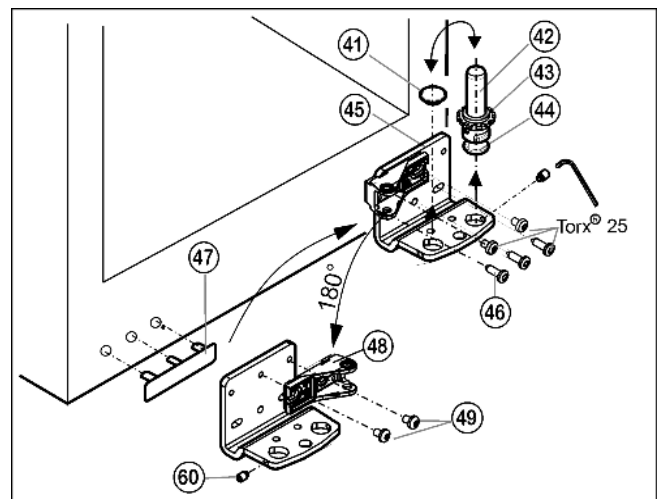

Fig. 13
- ▶ Отвинтите установочный винт Fig. 13 (60) приблизительно на один оборот прилагаемым торцевым ключом.
- ▶ Извлеките опорный винт Fig. 13 (42) в комплекте с шайбой Fig. 13 (43) и регулируемой опорой Fig. 13 (44), вывинчивая его вверх.
- ▶ Снимите пробку Fig. 13 (41).
- ▶ Открутите Fig. 13 (46) опорный кронштейн Fig. 13 (45).
- ▶ Полностью выкрутите установочный винт *Fig. 13 (60)* и вкрутите на противоположной стороне на нижнем опорном кронштейне, чтобы он был заподлицо с этим кронштейном.
- ▶ Открутите опорную деталь *Fig. 13 (48)* и снова прикрутите *Fig. 13 (49)* внутри с поворотом на 180°.
- ▶ Переставьте пробку *Fig. 13 (41)* в свободное отверстие.
- ▶ Осторожно снимите и переставьте на противоположную сторону крышку со стороны ручки *Fig. 13 (47)*.
- ▶ Снова прикрутите опорный кронштейн *Fig. 13 (45)* на новой стороне шарнира (**с моментом 4 Нм**). При необходимости используйте аккумуляторный шуруповёрт.
- ▶ Вновь закрутите опорный винт *Fig. 13 (42)* в комплекте с шайбой и регулируемой опорой.
- ▶ Затяните установочный винт *Fig. 13 (60)*.
- ▶ Установите дверцу сверху на нижний опорный палец *Fig. 13 (42)*.
- ▶ При необходимости выровняйте дверцы через два продольных паза в нижнем опорном кронштейне Fig. 13 (45) и среднем опорном кронштейне Fig. 11 (31) параллельно корпусу устройства. Для этого выкрутите средний винт на нижнем опорном кронштейне Fig. 13 (45).